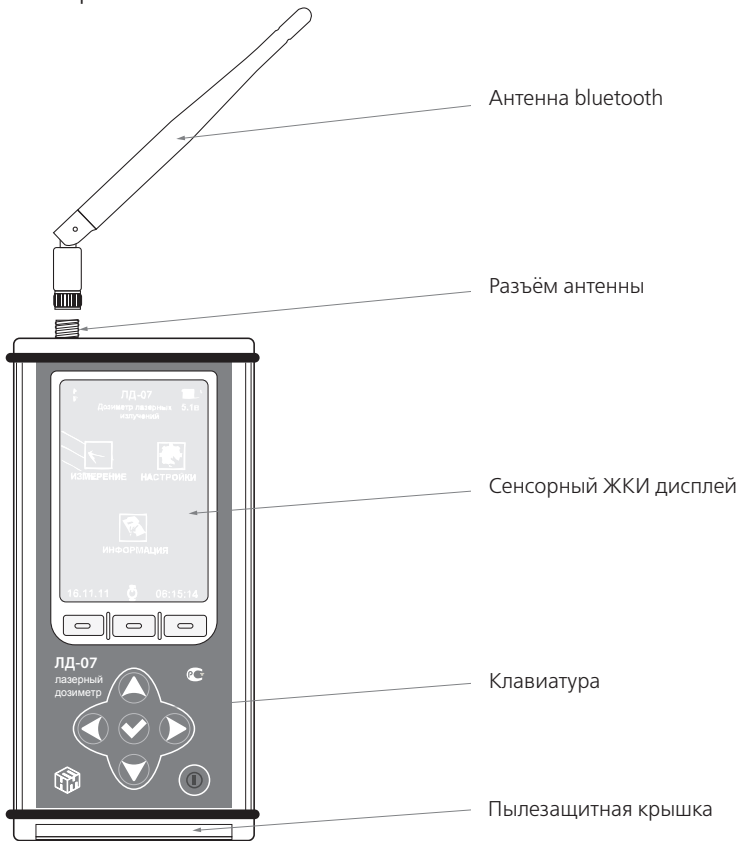
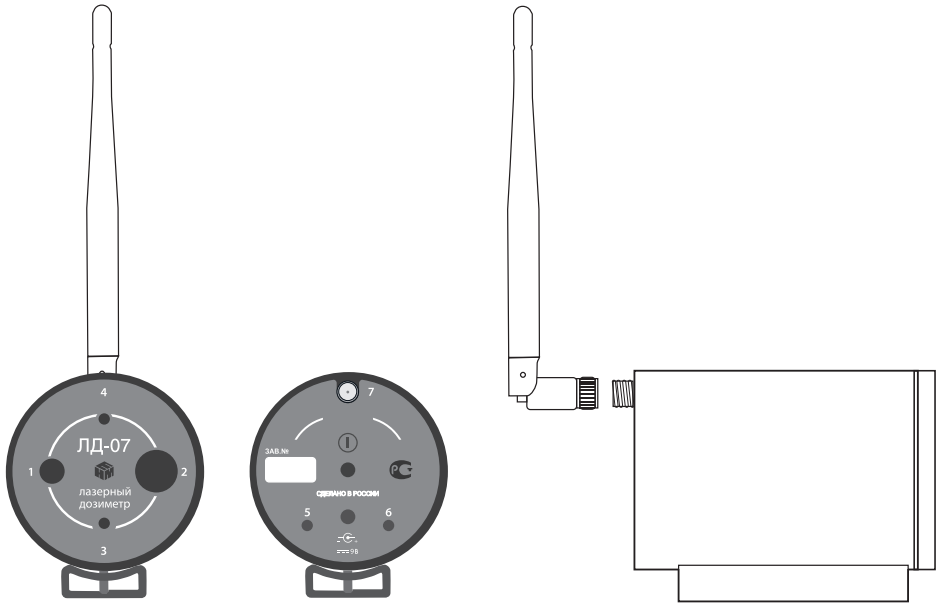

Рис. 1. Внешний вид блока управления и регистрации.
Рис. 3. Внешний вид блока фотоприемников.
3.2. **Блок управления и индикации** собран в корпусе из алюминиевых сплавов. На верхней торцевой стенке корпуса БУИ располагается разъем для подключения антенны bluetooth. На лицевой панели расположены клавиатура и цветной графической ЖКИ(3,5") дисплей с сенсорным управлением. Клавиатура полностью дублирует управление сенсором. Внешний вид БУИ представлен на рис. 1.
3.3. **Блок фотоприемников** выполнен в металлическом корпусе. На лицевой панели БФ расположены три входных отверстия фотоприемников и выходное отверстие лазерного целеуказателя, рис. 3. На боковой стенке корпуса БФ расположено гнездо для установки на штатив, на задней стенке установлен разъём для закрепления Bluetooth антенны, кнопка вкл. с индикатором включения и разъём питания с индикатором зарядки.
4.2.1. Установить антенны Bluetooth на соответствующие гнезда БФ и БУИ в (см. рис. 1, рис. 3)
4.2.4. В случае разряда аккумуляторной батареи БУИ или БФ при уменьшении напряжения питания до значения 4,0 В и менее, следует прекратить работу и подключить блок с разряженной батареей к зарядному устройству, в качестве которого используется блок питания БПИ8 220/9. Установить вилку блока питания в розетку сети переменного тока с напряжением 220 В и частотой 50 Гц, включить в разъем питания БФ или БУИ (рис. 1, рис. 3) шнур блока питания. При этом независимо от состояния прибора происходит зарядка аккумуляторов. О начале зарядки сигнализирует индикатор зарядки вблизи гнезда питания, которая горит в течение всего заряда. После завершения зарядки индикатор автоматически выключается. Стандартная процедура зарядки длится не более 2х часов в зависимости от степени разрядки батареи.